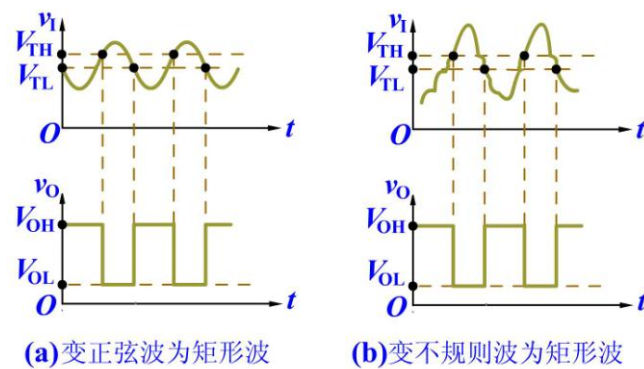

图 14.3.7 施密特电路用于波形变换
1. 将连续变化的波形，如正弦波、三角波等变换成矩形波。如图 14.3.7 所示。